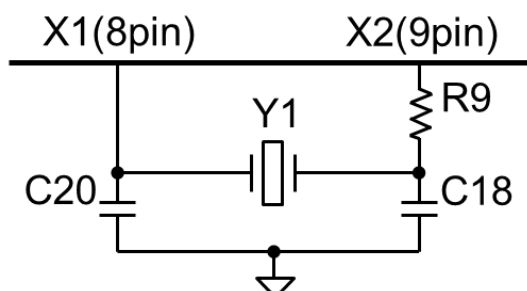

Figure 2-3 水晶発振回路の接続例
- 水晶発振回路の接続例を Figure 2-3 に示します。